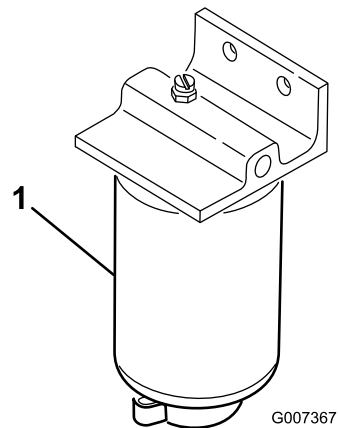

Рисунок 27
2. Поместите под топливный фильтр сливной поддон (Рисунок 27).
3. Откройте пробку сливного отверстия на днище топливного фильтра и слейте всю накопившуюся воду (Рисунок 27). Затяните пробку сливного отверстия после слива.